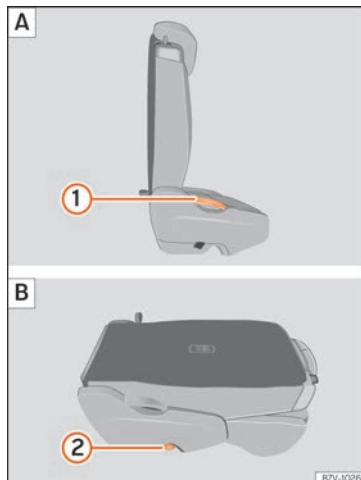

Fig. 166 Seconda fila di sedili: ripiegare il sedile posteriore A, sedile posteriore come superficie di carico B.
- Rimuovere gli oggetti dal vano piedi situato davanti e dietro il sedile posteriore » ❶.
- Tirare la leva » fig. 166 ❶ verso l'alto e piegare lo schienale in avanti. Il sedile si piega interamente in avanti » ❷.
- Abbassare lo schienale ripiegato spostandolo in avanti finché si blocca nella posizione della superficie di carico » fig. 166 B.
- Tirare la leva » fig. 166 ❶ verso l'alto e porre lo schienale in posizione verticale. Il sedile completo si piega indietro.